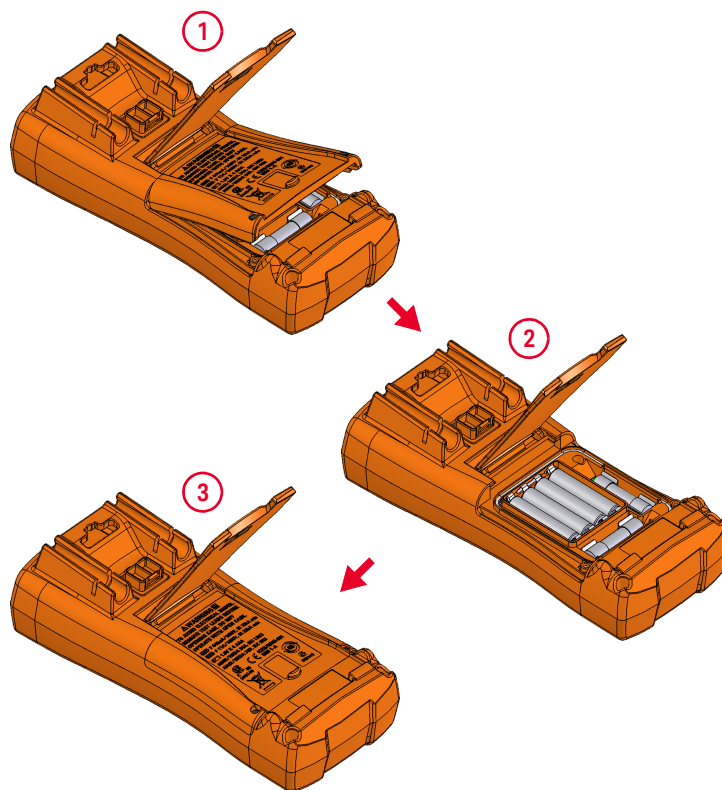

图 1-1 安装电池
- 1 **打开电池盖。**提起倾斜座，使用合适的十字型螺丝刀拧下螺丝，然后按图 1-1 所示取下电池盖。